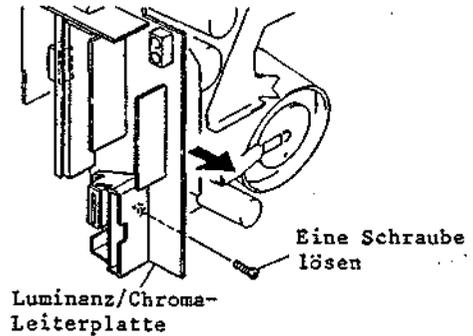

Abb. 2-18 Ausbau der Luminanz/Chroma-Leiterplatte
6. Eine (1) Befestigungsschraube der Luminanz/Chroma-Leiterplatte lösen (siehe Abb. 2-18).